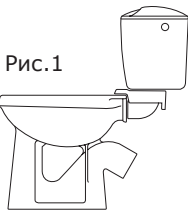

Рис.1
- тарельчатый с косым выпуском без цельноотлитой полочки (рис. 1),